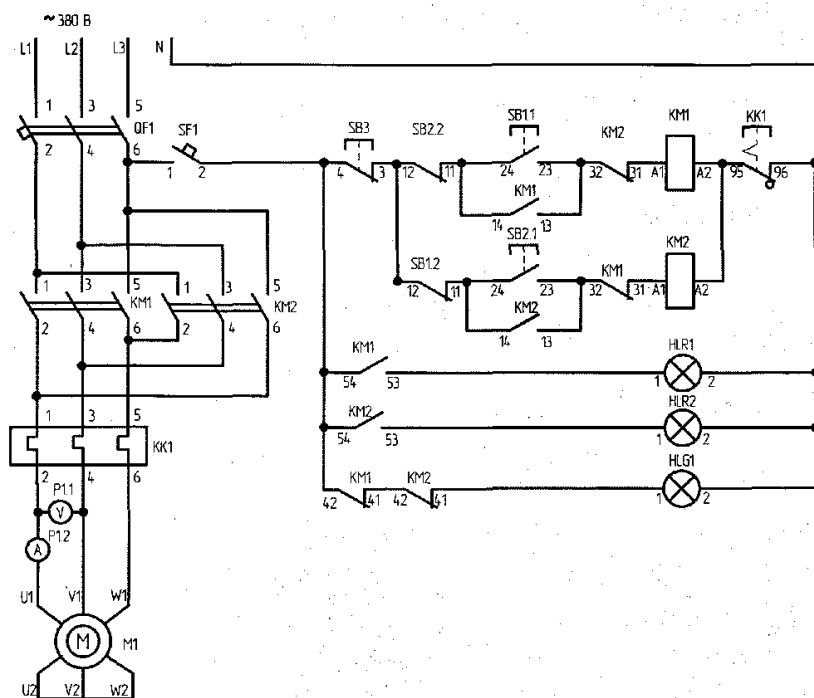
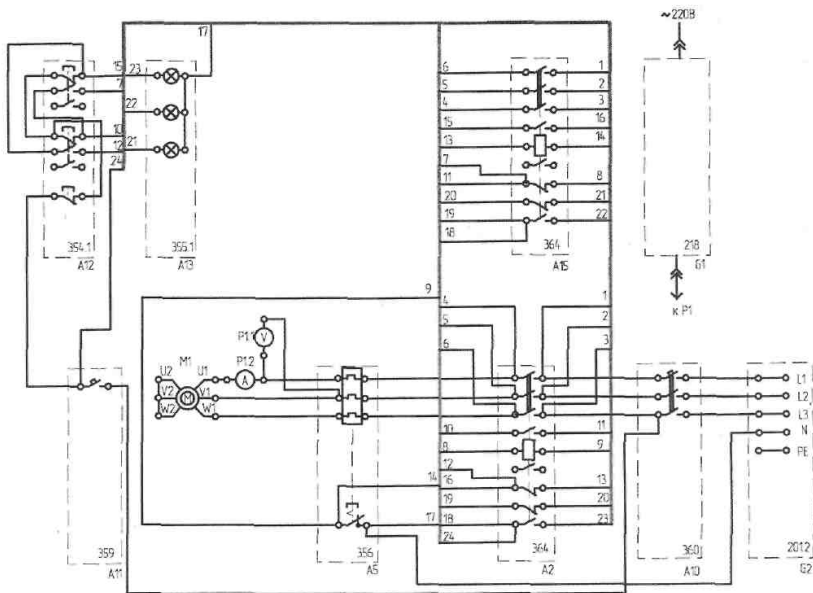

Рис. 5.3. Схема электрическая принципиальная реверсивного магнитного пускателя
Рис. 5.4. Электрическая схема соединений элементов стенда для исследования реверсивного магнитного пускателя
3. Собрать схему по рис. 5.3 (принципиальная) и рис. 5.4 (монтажная).